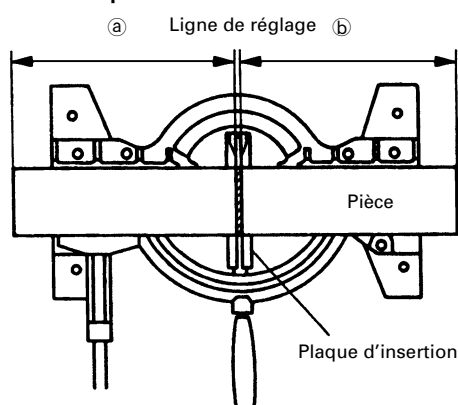

Fig. 15
- (1) Comme indiqué à la Fig. 15, la largeur de la lame est la largeur de coupe. En conséquence, glisser la pièce vers la droite (vue de la position de l'opérateur) pour obtenir la longueur **b**, et sur la gauche pour obtenir la longueur **a**.
- (2) Quand la lame a atteint sa vitesse maximale, abaisser doucement la poignée jusqu'à ce que la lame approche de la pièce.
- (3) Quand la lame touche la pièce, appuyer progressivement sur la poignée pour couper la pièce.
- (4) Quand la pièce est coupée à la longueur voulue, mettre l'outil électrique hors tension et attendre que la lame soit complètement arrêtée avant de relever la poignée en position complètement rentrée.